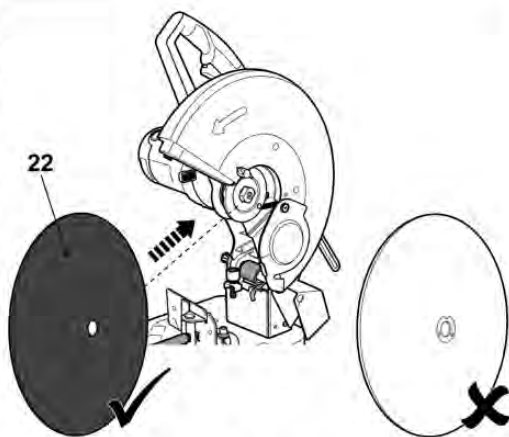

Fig. 13
- > Suelte el botón de bloqueo del husillo (7) y abra la protección inferior (6). Manténgala en esa posición.
- > Retire la muela de tronzado (22) y reemplácela por una de nueva (Fig. 13). Después, suelte con cuidado la protección inferior (6).